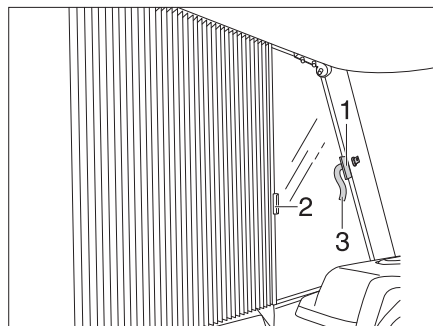

Fig. 68 Dispositifs occultants plissés pour les fenêtres côté conducteur et passager
- Ouvrir la fermeture Velcro des boucles de sécurité (Fig. 68,3) des deux côtés.
- Saisir le dispositif occultant plissé successivement par les poignées (Fig. 68,1 et 2) et les tirer prudemment pour les rapprocher jusqu'à ce que la fermeture magnétique maintienne fermé le dispositif occultant plissé.
- Repousser prudemment les dispositifs occultants plissés par les poignées (Fig. 68,1 et 2).
- Fixer le dispositif occultant plissé avec la fermeture Velcro de la boucle de sécurité (Fig. 68,3).